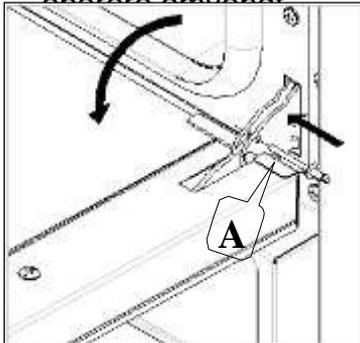

fig. 5
- Sæt de udstyrede propper i A-hullerne på hængslerne (fig. 5);